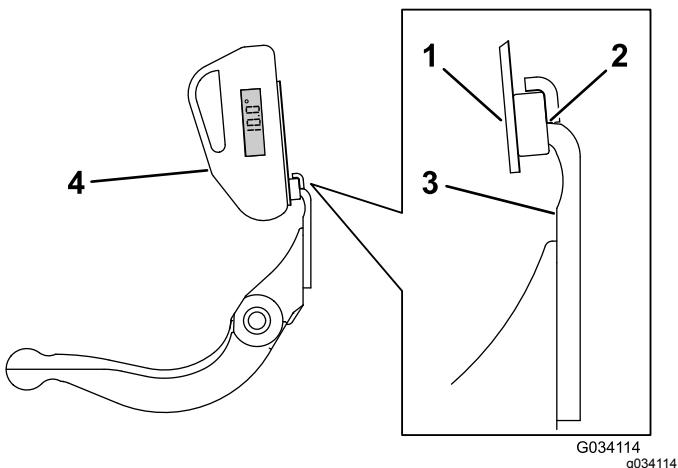

Bild 35
3. Legen Sie die Neigungsmesserbefestigung an die Kante des Untermessers, sodass die Kante des Magnets bündig mit der Kante des Untermessers ist (Bild 35).
4. Legen Sie den Neigungsmesser auf die Befestigung, wie in Bild 35 abgebildet.